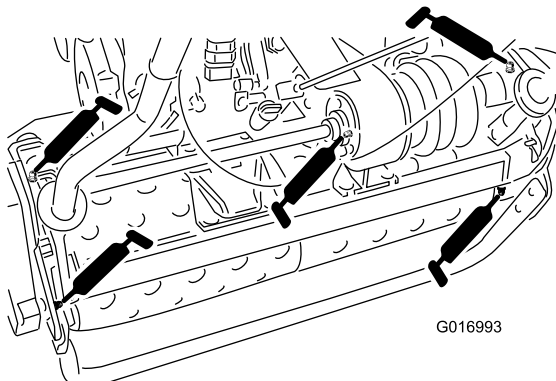

図 19
- ・ ドラムの回転軸2ヶ所 図 19
- ・ デファレンシャル3ヶ所 図 19